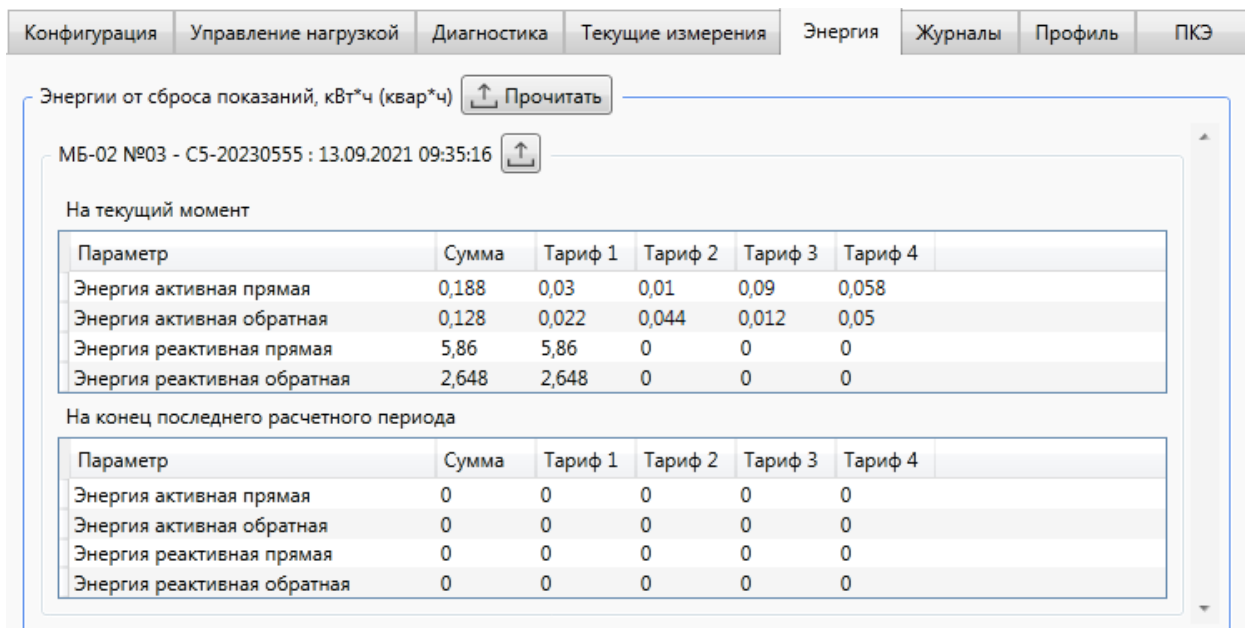

Рисунок 9.44 – Просмотр накопленной энергии
9.6.3.1 Для просмотра накопленных счетчиком значений энергии необходимо перейти на вкладку *Энергия* ленты параметров и нажать кнопку *Прочитать* (рисунок 9.44).